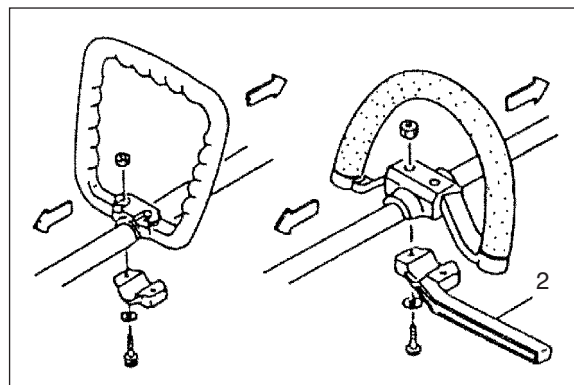

Fig.1-2
Når du bruger stålklinger/stive klinger på lige akseltrimmere eller buskryddere, skal du altid bruge en barrirestang (2) og en skuldersele med løkkehåndtag (fig. 1-2, 1-2B).